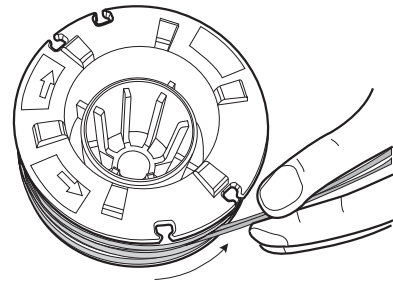

Fig. 16
5. Enrosque la cuerda con tensión firme y pareja alrededor de la bobina (Fig.16).